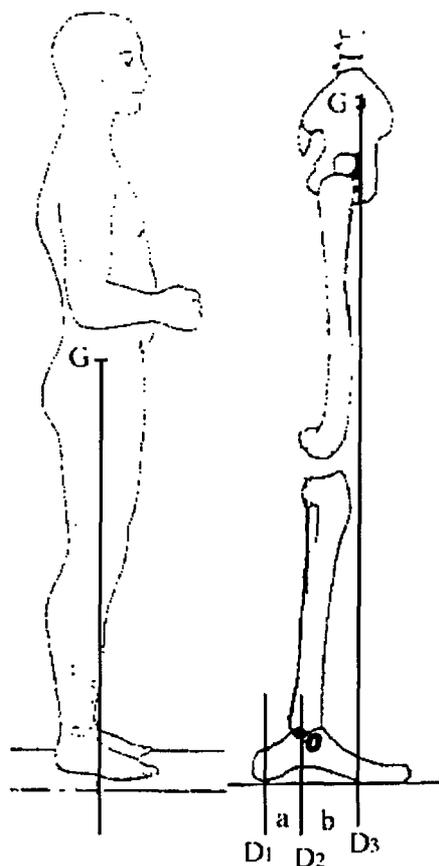

Figure 1
- 2.2- Déterminer par le calcul la force exercée par les muscles postérieurs  $\vec{F}_p$  et la force  $\vec{F}_o$  qui s'exerce en O au niveau de chaque cheville (figure 1)